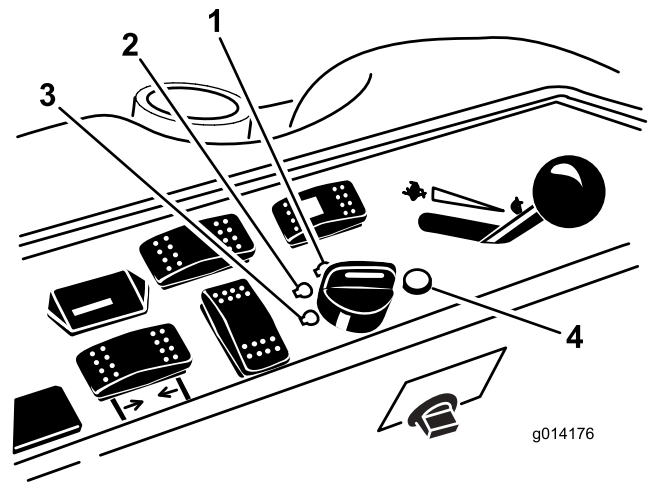

Figure 20
6. Tournez la clé de contact dans le sens horaire à la position CONTACT (Figure 20).
3. Tournez la clé de contact à la position ARRÊT (Figure 20). Attendez l'arrêt de toutes les pièces mobiles avant de quitter la position d'utilisation.